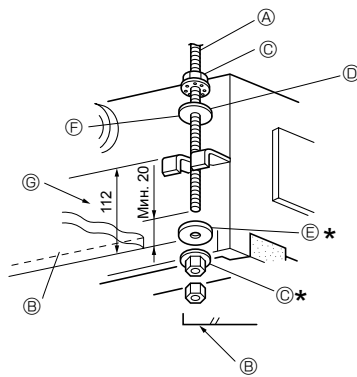
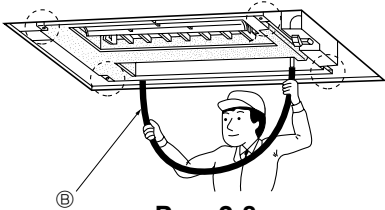

Рис. 2-7
Рис. 2-8
1. Заранее насадите шайбы ① ② (входят в комплект) и соответствующие гайки (приобретаются на месте) на подвесной болт. (Рис. 2-7)
* Выполняйте эту операцию в следующей последовательности (начиная сверху): гайка, шайба с изоляцией ②, шайба без изоляции ①, 2 гайки.
* Расположите шайбу с изоляцией ② таким образом, чтобы изоляция была обращена вниз, как изображено на рисунке.
2. Поднимите прибор и установите его на место, правильно отцентрировав по отношению к подвесному болту. Пропустите скобу между шайбами ① и ②, которые уже на месте, и закрепите гайки. Повторите данную операцию в четырех точках.
4. Убедитесь в том, что все четыре угла располагаются на одном уровне, для этого воспользуйтесь строительным уровнем или прозрачной пластиковой трубкой, заполненной водой. (Рис. 2-8)